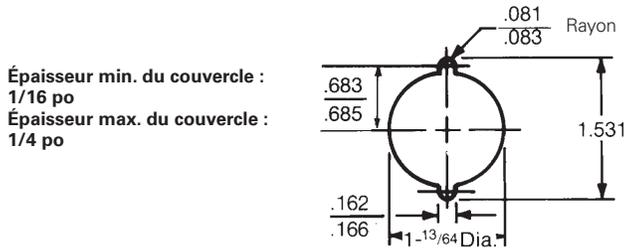

Figure 1 - Configuration de l'orifice
- Retirer le couvercle avant du boîtier. Pour effectuer des ajouts sur le site, préparer l'orifice du couvercle du boîtier en se référant au diagramme de configuration de l'orifice à la Figure 1.